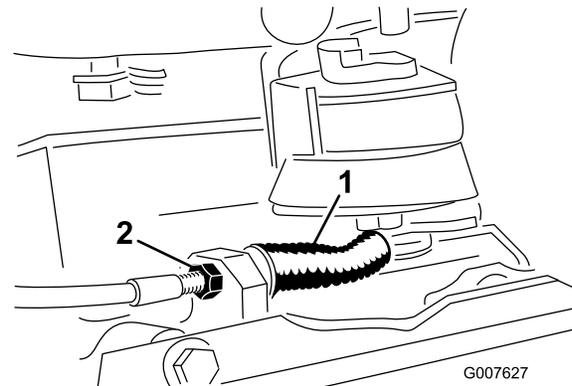

Bild 27
3. Wenn Sie die Zugspannung erhöhen möchten, lösen Sie die Klemmutter des vorderen Zugs und ziehen Sie die Klemmutter des hinteren Zugs an (Bild 27), bis eine Kraft von 2,3 bis 3,2 kg benötigt wird, um die Bremse zu aktivieren. Messen Sie die Kraft am Handrad. Stellen Sie sie nicht so fest ein, dass das Bremsband schleift.